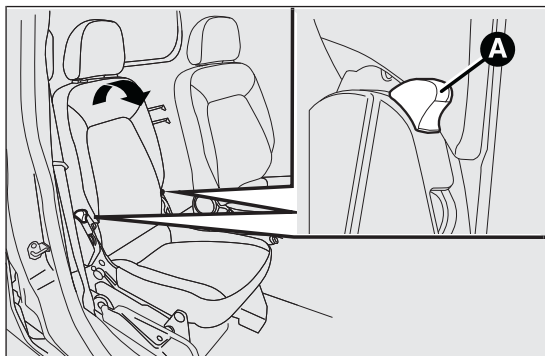

fig. 18
- ☐ actuar en las palancas A fig. 18 y abatir los asientos actuando en el sentido indicado por la flecha;